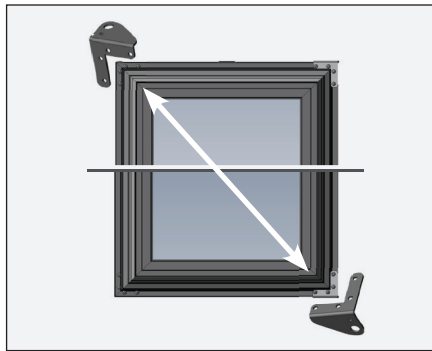

Fig. 6. El actual soporte de la puerta inferior será el nuevo soporte de la puerta superior.
5. Retire los tapones de la puerta y los tornillos en el lado opuesto a la colocación de la bisagra original de la puerta. Véase la fig. 6.